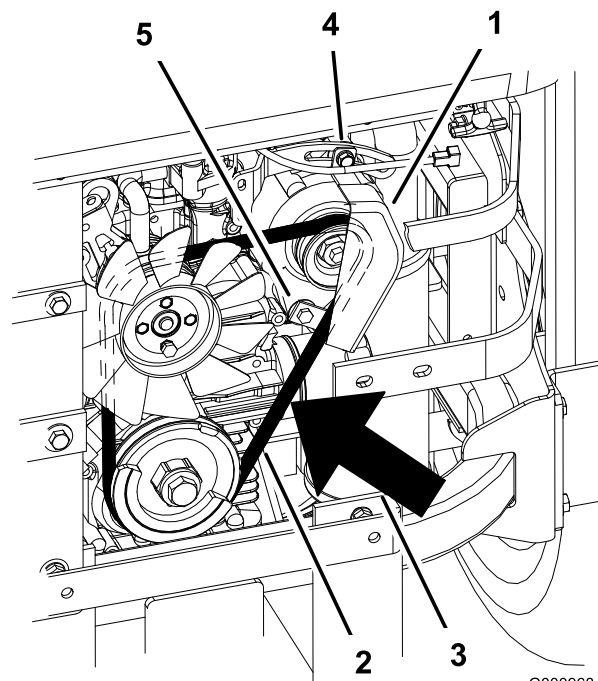

Figura 65
7. Afloje el perno inferior y retire el perno superior que sujeta el alternador y la cubierta (Figura 65).
9. Instale una correa nueva alrededor de las poleas y del alternador (Figura 65).
14. Apriete el perno inferior e instale el perno superior que sujeta el alternador y la cubierta (Figura 65).
2. Ajuste el alternador hacia fuera hasta que quede una desviación de 7 a 9 mm en la correa entre el motor y las poleas del alternador con un esfuerzo de 10 kgf (Figura 65).
5. Si la desviación es correcta, apriete los pernos inferior y superior (Figura 65).